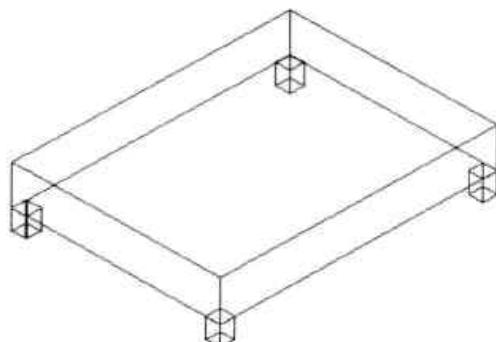

图14-59 镜像其他床腿
**Step06** 按照同样的方法，执行“三维镜像”命令，选中两个床腿，将其进行镜像，结果如图 14-59 所示。